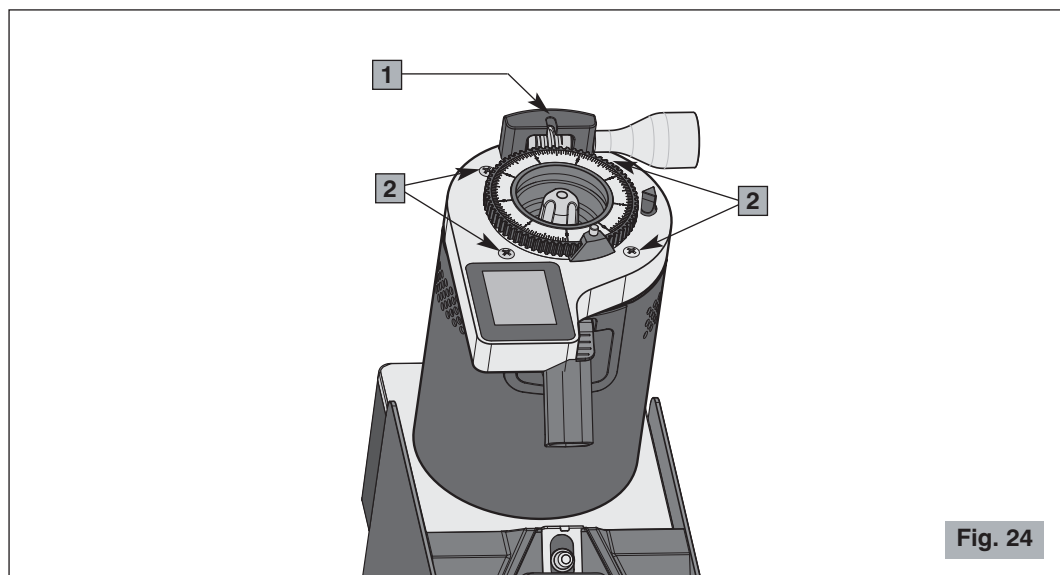

Fig. 24
Après avoir enlevé la cloche, elle peut être lavée avec de l'eau tiède et du savon neutre. La rincer et l'essuyer soigneusement. Pour la remonter, accrocher la dent dans la partie arrière de la cloche dans son logement (1, Fig. 24).
- **Pour nettoyer la tête**, retirer les quatre vis (2, Fig. 24) qui la fixent au corps.